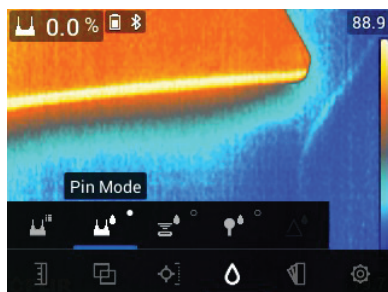

Рисунок 7.10 Выбор меню контактного режима
1. Выберите контактный режим в меню (*Moisture mode/Pin Mode* (Режим измерения влажности / Контактный)); см. **рис. 7-10** выше.